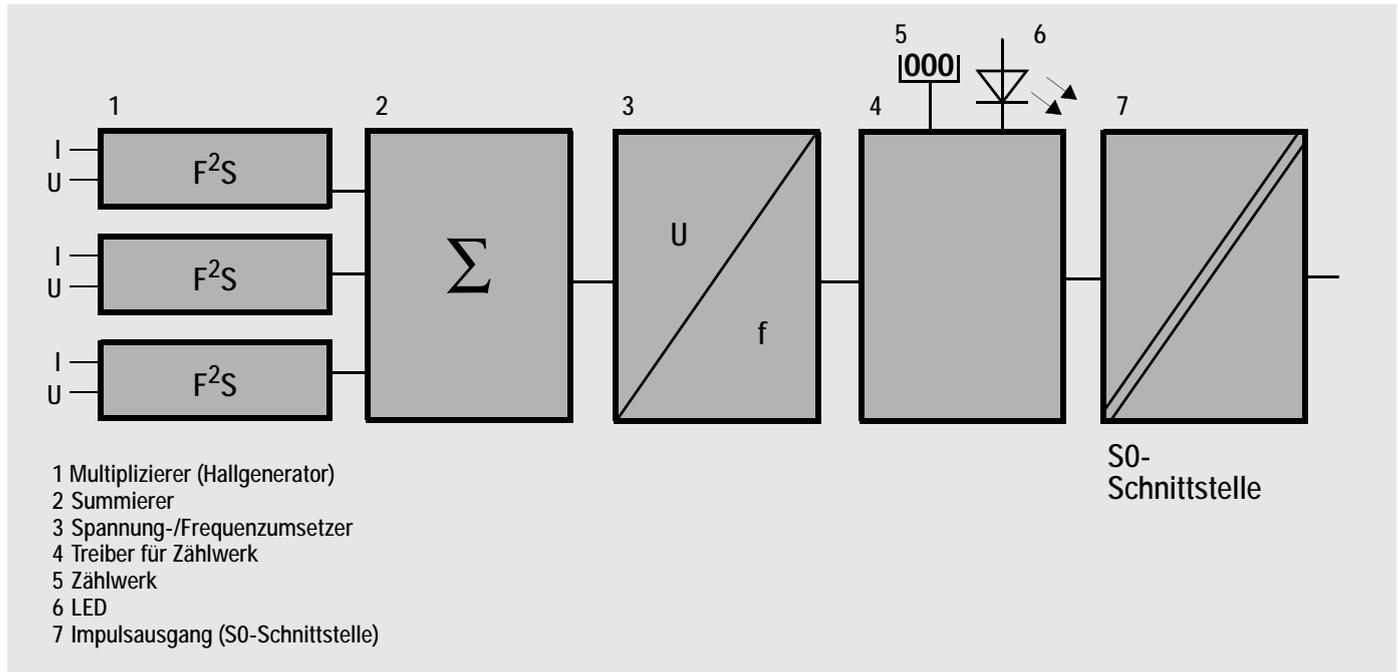

Bild 1: Blockschaltbild U2689 / U2690
**Blockschaltbild** (Beispiel U2689 bzw. 2690), siehe Bild 1: